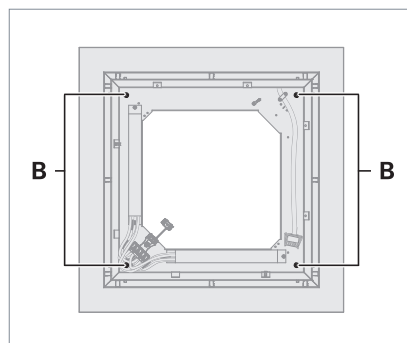

Fig. 3: Fissare il telaio dell'apparecchio d'illuminazione al soffitto.
- ▶ Fissare il telaio dell'apparecchio d'illuminazione al soffitto serrando uniformemente le quattro viti **B**, vedi Fig. 3.